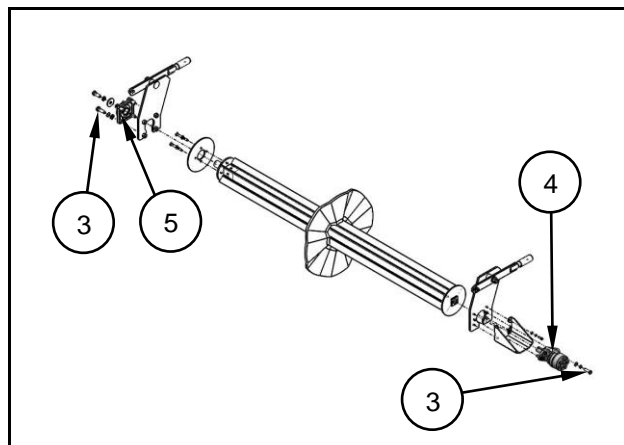

Fig. 6.3
- Befestigungsschrauben (3) des Hydraulikmotors (4) und des Lagers (5) lösen und entfernen (Fig. 6.3).